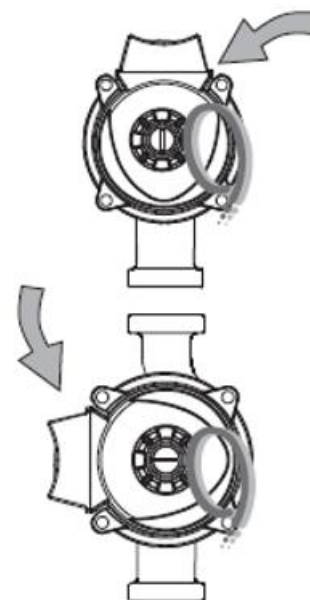

Рисунок 11
5. Перевернуть электродвигатель насоса на 180 градусов. Для этого открутить 4 винта с внутренним шестигранником у основания электродвигателя насоса, затем вынуть двигатель из улитки, повернуть двигатель на 180 градусов относительно оси ротора, вставить обратно в улитку и поставить винты на место (см. Рисунок 11).